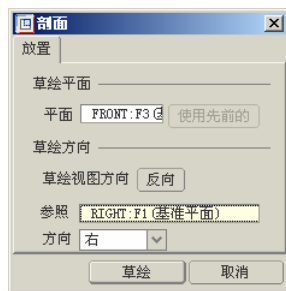

图 1-4 更新设置后的“剖面”对话框
(3) 单击窗口右侧快捷工具栏中的“拉伸工具”按钮  打开“拉伸工具”操控板，在该操控板中单击“草绘加厚”按钮 ，然后单击“草绘”按钮  打开“剖面”对话框。
(4) 单击窗口左侧模型树中的基准面图标  FRONT (呈蓝底白字状表示被选中), 系统将自动在“剖面”对话框中设置草绘平面的基准面为“FRONT”, 参照的基准面为“RIGHT”, 方向为“右”(见图 1-4), 然后单击按钮  进入二维草图绘制界面。